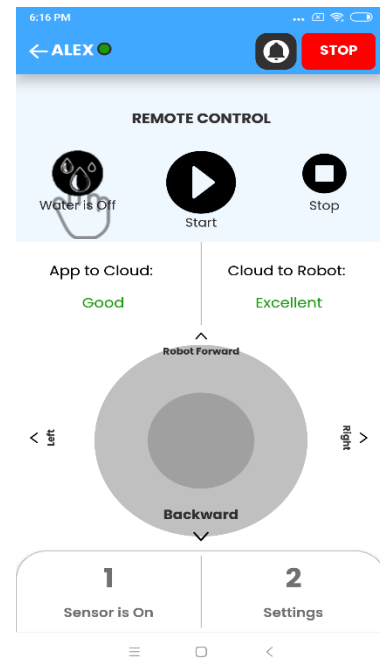

Fig. 6
6. Appuyez sur ce bouton pour désactiver le jet d'eau si vous le souhaitez (Fig. 6). Le bouton affiche "Water is Off" dans sa couleur noire habituelle.